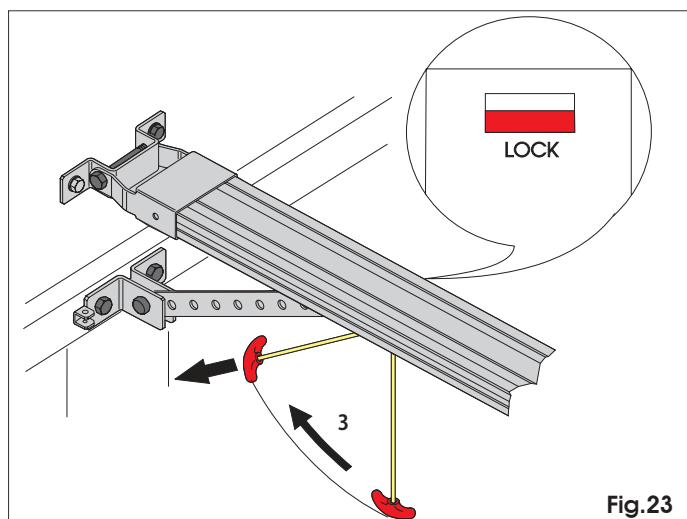

Fig. 23
- 4) Aby ponownie zablokować napęd, należy pociągnąć uchwyt odblokowania poziomo w kierunku drzwi (Rys. 23). Sprawdzić, czy po zwolnieniu uchwytu okienko LOCK znajdujące się pod wózkiem jest czerwone. Ręcznie przesunąć drzwi, aż do znalezienia punktu zaczepienia wózka.